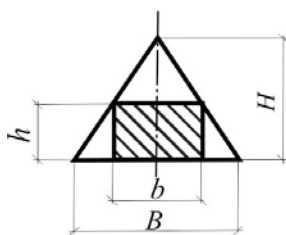

Рис.3.52
**3.52.** Определить размеры прямоугольника, который можно выделить из равнобедренного треугольника так, чтобы момент сопротивления прямоугольника относительно центральной оси, параллельной основанию, был максимальным (рис.3.52).